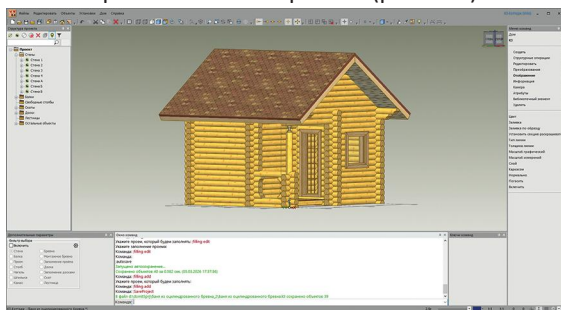

рис. 102
5. Все дверные и оконные проёмы в сцене заполнены. Теперь «включим» в сцене отображение всего проекта. На панели **Структура проекта** кликните левой кнопкой мыши «корневую» вкладку **Проект** и нажмите кнопку . В результате на экране появится изображение всего проекта (рис. 102).